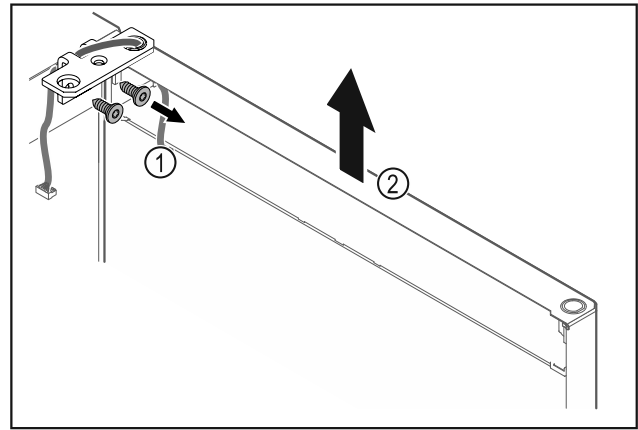

Fig. 14
- Svitare la cerniera angolare Fig. 14 (1).
- Sollevare la porta con la cerniera angolare Fig. 14 (2) di ca. 200 mm verso l'alto in senso orizzontale e rimuoverla.